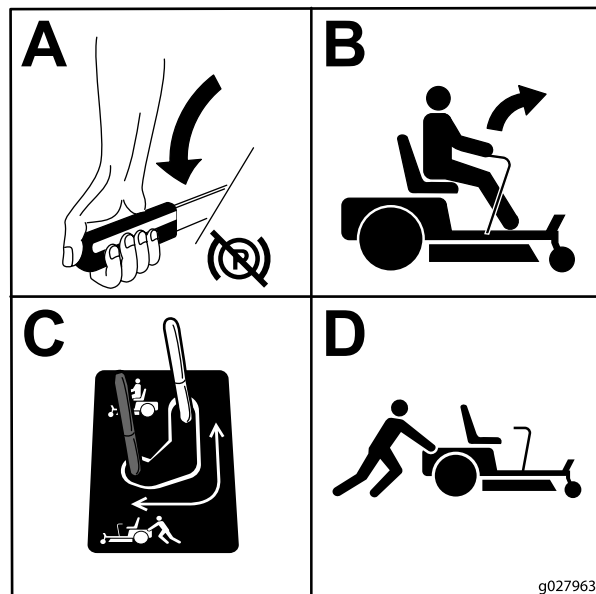

Figura 29
3. Para empujar la máquina, mueva las palancas de desvío hacia atrás y hacia fuera para bloquearlas en esa posición (Figura 29).
5. Para conducir la máquina, mueva las palancas de desvío a la posición DELANTERA (Figura 29).